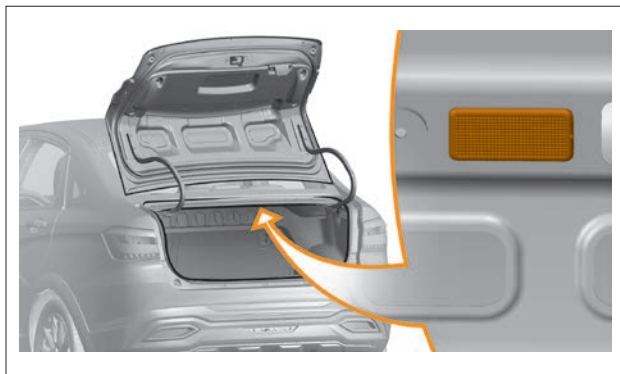

Рис. 6.12.4. Плафон освещения багажного отделения
**Лампа освещения багажного отделения.** Для замены лампы в плафоне освещения багажного отделения сделайте следующие действия (рис. 6.12.4, 6.12.5, 6.12.6):